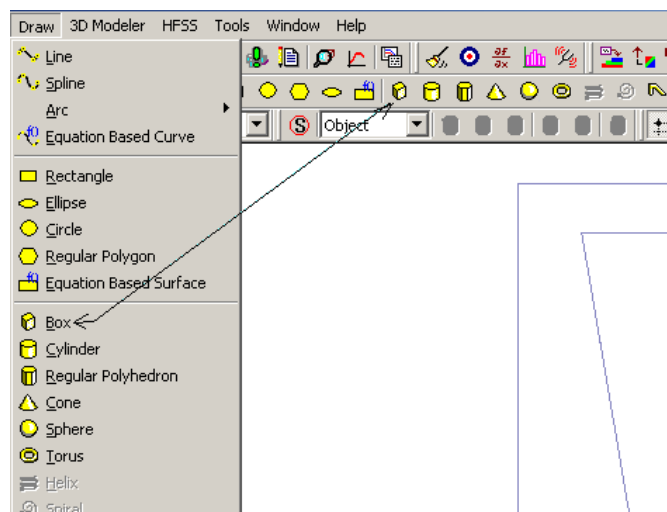

Рис. 3.6. Команды для черчения двумерных и трехмерных примитивов, из которых создается сложное устройство
1. В меню нажмите команду **Draw > Box**. Можно также нажать кнопку с изображением бокса на инструментальной линейке интерфейса (рис. 3.6).